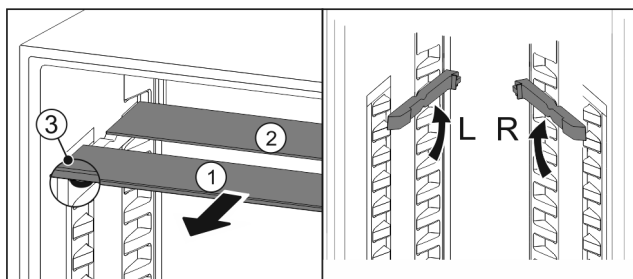

Fig. 51
- estrarre i ripiani di vetro singolarmente tirando in avanti Fig. 51 (1).
- Il piano in vetro Fig. 51 (1) con il motivo ornamentale è nella parte anteriore.
- I fermi Fig. 51 (3) sono rivolti verso il basso.